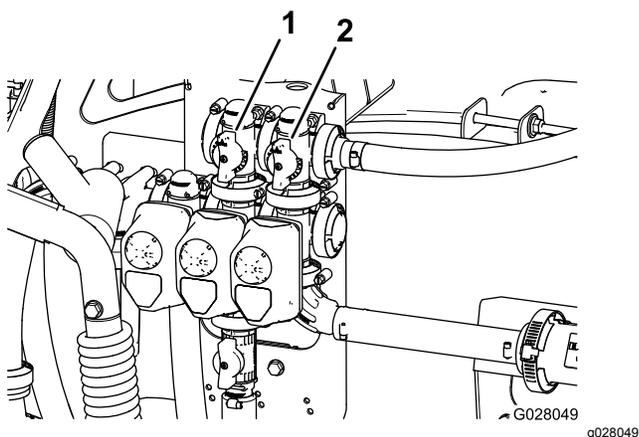

Рисунок 31
- Отрегулируйте перепускной клапан перемешивания (Рисунок 31) на задней стороне клапана перемешивания таким образом, чтобы показание давления по манометру составило 6,9 бара.
- Отрегулируйте ручку главного перепуска стрелы для управления интенсивностью перемешивания, происходящего в баке (Рисунок 31).